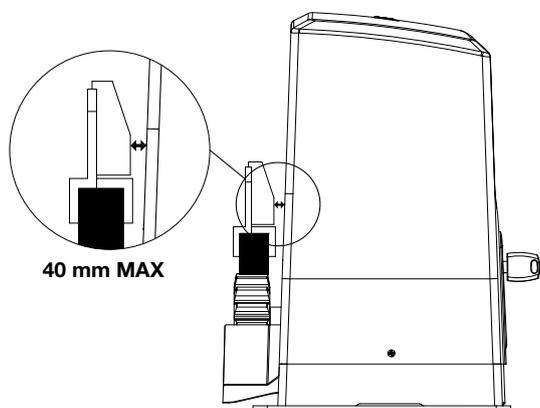

Fig. 11
**! CUIDADO!** Entre el imán fijado en la cremallera y el sensor sobre el cuerpo del motor tiene que haber una distancia máxima de 40 mm (Fig. 11, Fig. 12)